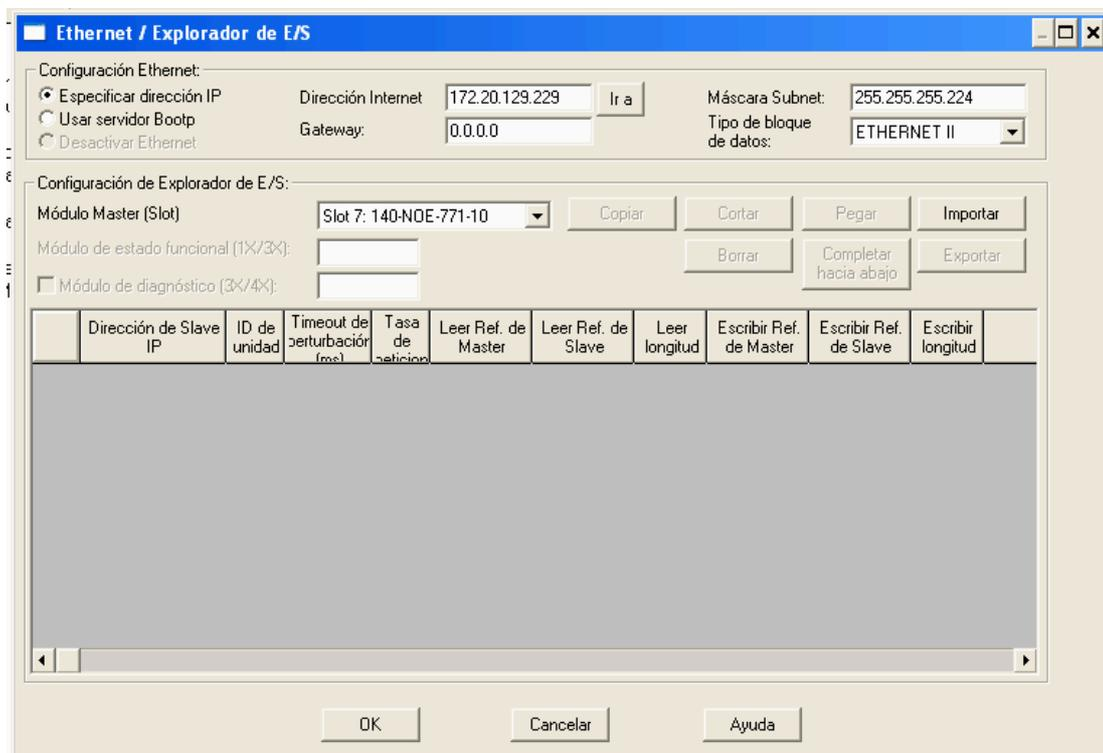

Figura 3.21. Ethernet / Explorador de E/S
**En la figura 3.21, Aparece el cuadro de diálogo Ethernet/ Explorador de E/S.**